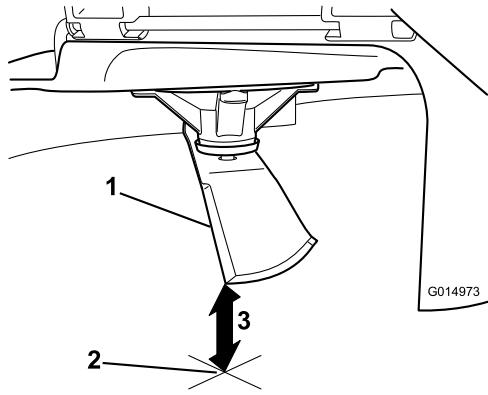

Figure 54
- Mesurez la distance entre la pointe de la lame et la surface plane (Figure 54).